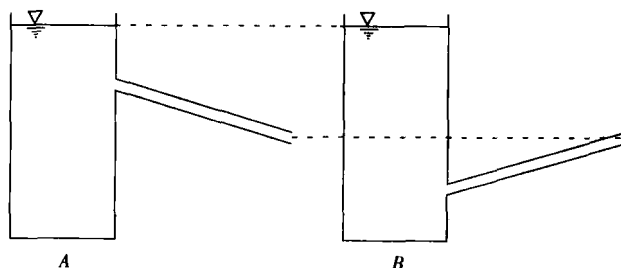

图 10-11
21. 如图 10-11 所示, A、B 两水箱水面相同, 水管出口高度相同, 水管直径、长度、阻力相同, 则两者沿水平方向 ()。